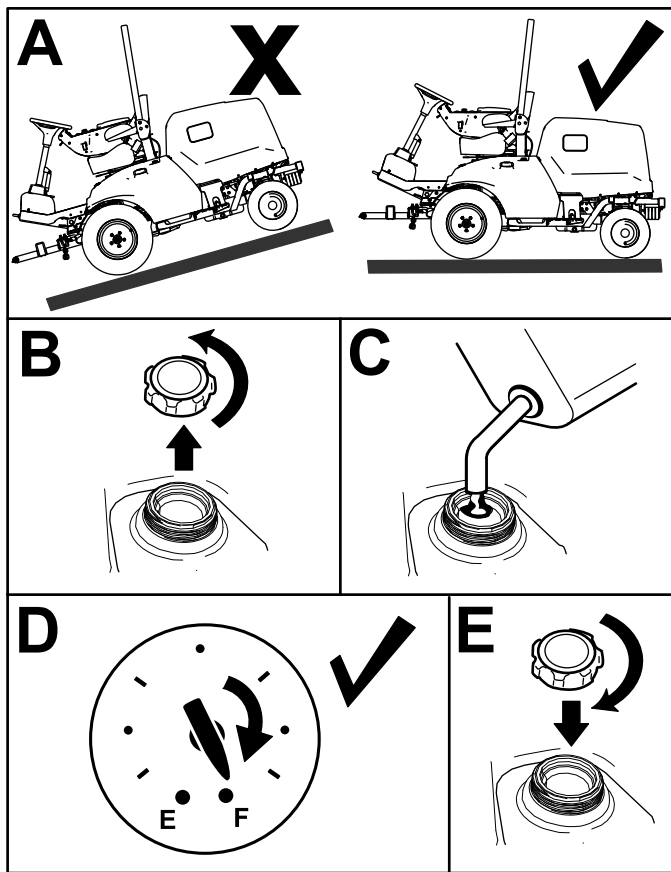

Figura 28
1. Parcheggiate la macchina su terreno pianeggiante (Figura 28), inserite il freno di stazionamento, spegnete il motore e togliete la chiave